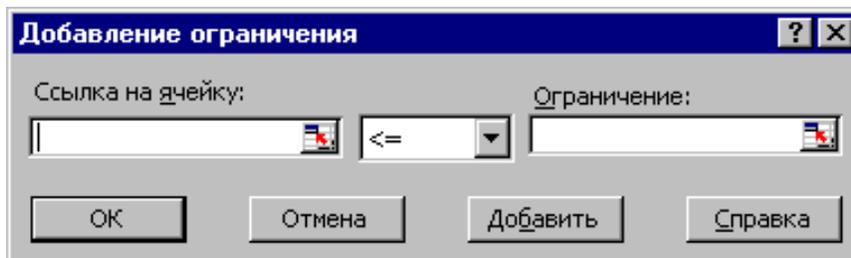

рис. 6.6.
8. Установите курсор на кнопку “Добавить” и щелкните левой клавишей мыши. Появится окно команды “Добавление ограничения”, показанное на рис. 6.6.